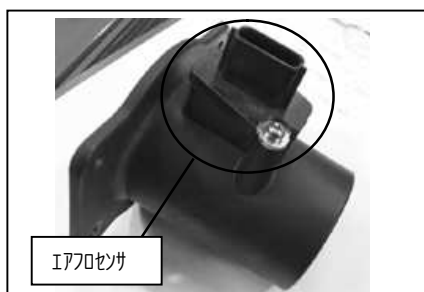

図 5
- ①まず、RH を組み立てます。
- ②エアフロアダプターへ、エアフロセンサを取り付けます。図 5 参照